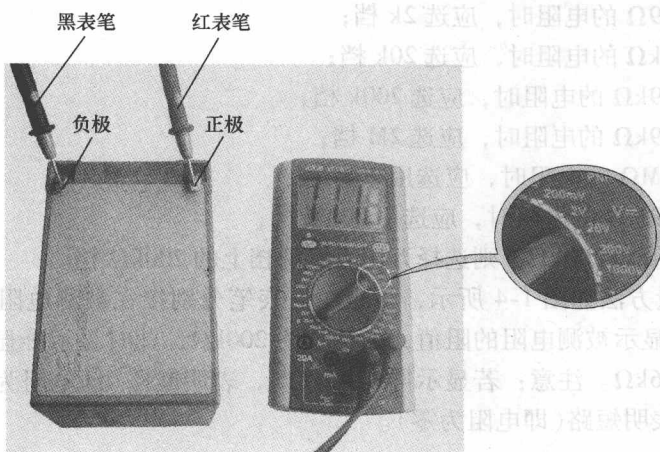

图 1-5 直流电压的检测技巧
④ 测量。检测技巧如图 1-5 所示, 将红表笔接电源正极或高电位端, 黑表笔接电源负极或低电位端, 使表笔与被测电路接触点接触稳定, 其电压数值可以在显示屏上直接读出。若显示屏显示 11.1 , 则表明所测电压为 $11.1V$ 。若显示屏显示“1”, 则表明量程较小, 应适当增大量程进行检查; 若数值左侧出现“-”, 则表明表笔极性与电源极性相反, 此时黑